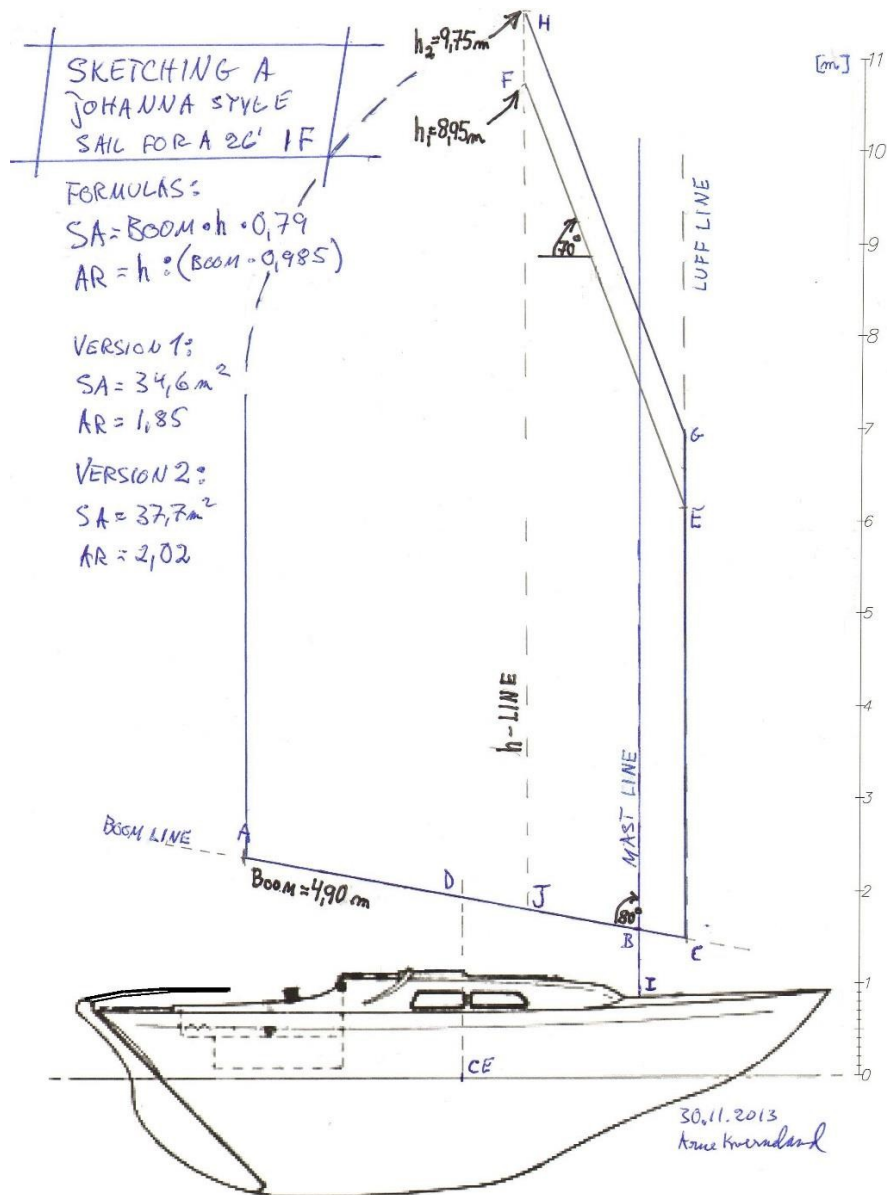

Fig 3.1, Un gréement de sloop pour le IF 26' Marieholm IF, avec deux versions
La figure 3.1 montre un dessin typique, avec deux versions de voile de sloop sur le même diagramme. A partir de là, je vais vous apprendre, via une procédure facile, à de le dessiner puis à l'utiliser pour trouver le CE, la SA et le AR.
5. Le CE sur une voile de style Johanna, il y a une astuce intéressante. L'expérience montre que le CE de ces voiles se trouve quasiment exactement au dessus du milieu de la bôme. Cela nous permet maintenant de dessiner la bôme. Pour trouver une bôme adaptée, la seule chose que nous avons à faire et d'en dessiner la moitié derrière le point D et l'autre devant. En plus, la bôme doit dépasser du mât de façon à ce qu'environ 10% de sa longueur se trouve en avant du mât. Il s'en suit une bôme de 4.90m qui est entre A et C sur la figure 3.1. Plus tard, une fois sur le bateau vous pourrez librement ajuster la position de la bôme avec l'équilibre pouvant varier entre 5 et 15%. (10% d'équilibre, veut dire que 10% de la corde de la voile se trouve en avant du mât).